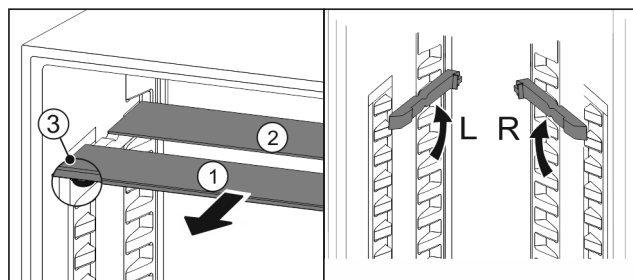

Fig. 23
- ▶ Extrageți Fig. 23 (1) pe rând plăcile de sticlă spre înainte.
- ▷ Placa de sticlă Fig. 23 (1) cu șipca decorativă se află în față.
- ▷ Opritoarele Fig. 23 (3) indică în jos.